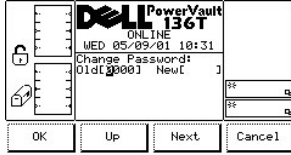

Figure 82. Setup > Utils > Secure > Dialogue Change Password
- 1 Si la touche de fonction **OK** est enfoncée, l'ancien ou le nouveau mot de passe est saisi. Reportez-vous à la Figure 82.